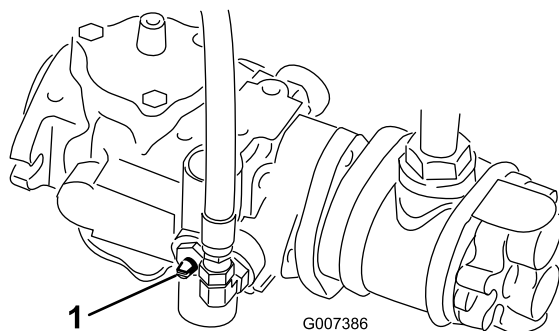

Figura 35
1. Localize a válvula de derivação na bomba e rode-a de forma a que a ranhura fique na vertical (Figura 35).
2. Antes de ligar o motor, feche a válvula de derivação rodando-a de forma a que a ranhura fique na horizontal (Figura 35). Não ligue o motor quando a válvula se encontrar aberta.